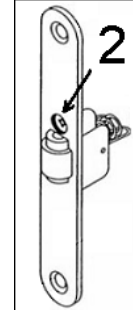

Рис. 2
7. Проверьте, свободно ли открывается дверь и как работает замок с роликовой защелкой. При необходимости можно отрегулировать работу защелки при помощи находящегося внутри замка регулировочного винта (2) (Рис.2).